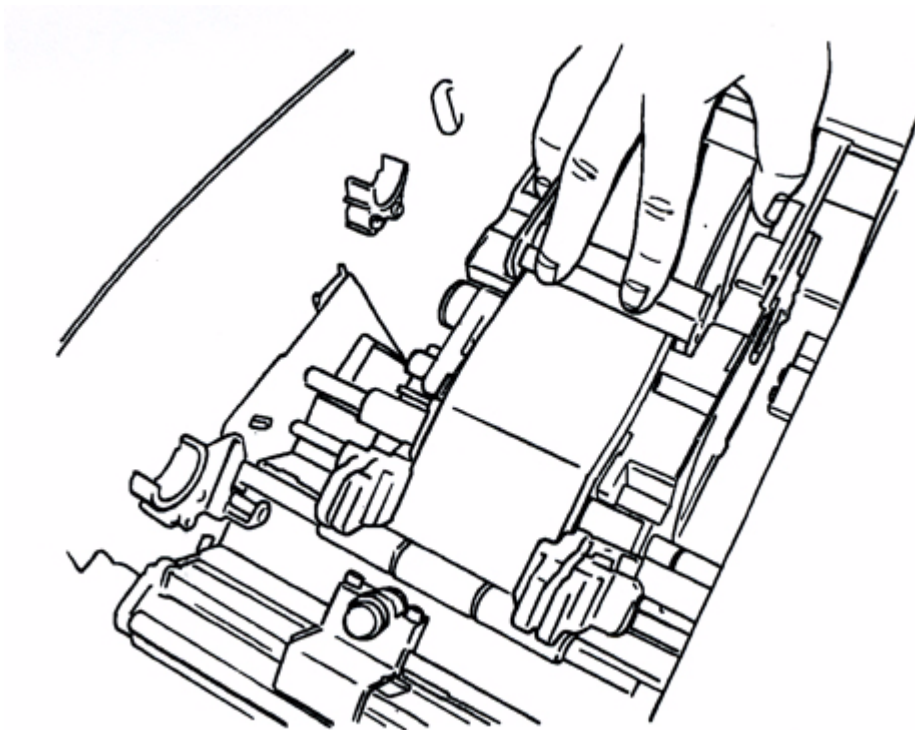

Figura 2-8. Avance de la cinta.
**Paso 6:** Haga avanzar la cinta sobre el primer rodillo con la mano, como se muestra en la Figura 2-8:
**Paso 7:** Coloque el extremo de la cinta entre las guías de cinta, como se mostró antes en la Figura 2-8.